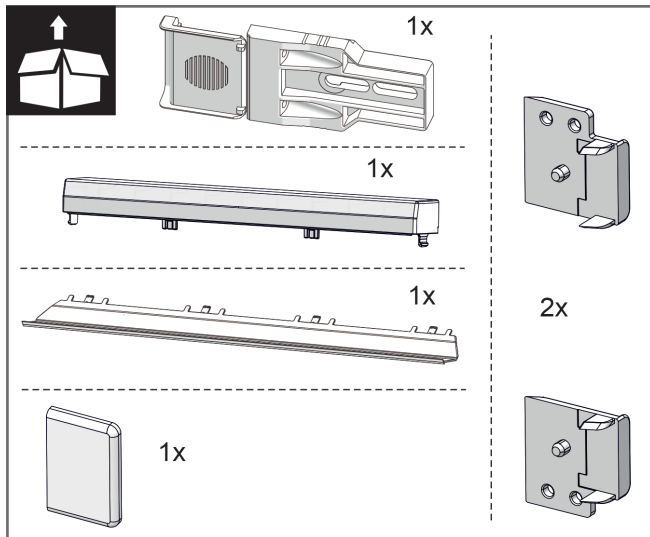
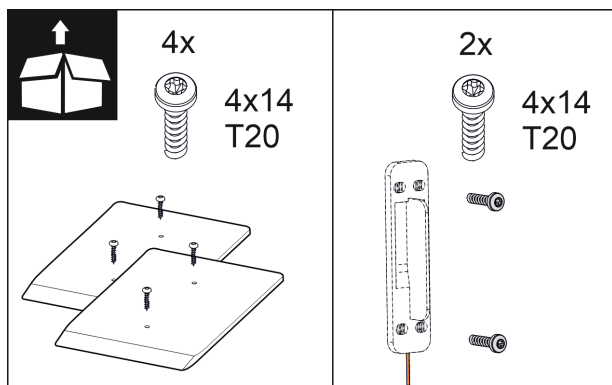

Fig. 11
Fig. 17
2. Kontrolloni pjesët e montimit në paketim. Fig. 11 () deri në Fig. 17 ()
Pjesët e montimit në paketim Fig. 11 () deri në Fig. 17 ()